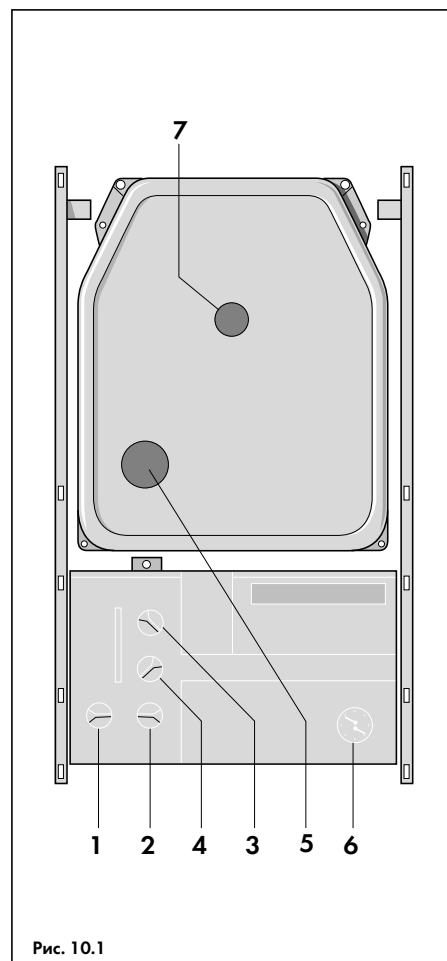

Рис. 10.1
- Установить регулятор температуры отопления (3, рис. 10.1) на желаемое значение. Рекомендуются следующие установки:
Указание: Первые часы эксплуатации аппарата рекомендуется устанавливать регулятор температуры отопления (3, рис. 10.1) на значение не выше "6".
- Регулятор температуры горячей воды* (4, рис. 10.1) установить на желаемое значение. При обычных условиях этот регулятор должен устанавливаться на "6".
Регулятор температуры горячей воды (4, рис. 10.1) установить на "9". Полностью открыть краны горячей воды;
Включить режим "Отопление и горячая вода" . Установить регулятор температуры подающей линии (3, рис. 10.1) на "9".
Работу горелки можно наблюдать через смотровое окошко (5, рис. 10.1). Следует обратить внимание на то, чтобы пламя равномерно распределялось над всей плоскостью горелки. Также необходимо проверить отсутствие отрыва пламени и образования копоти.
Указание: Аппарат имеет измерительный патрубок для анализа качества сжигания топлива (7, рис. 10.1). К нему можно подсоединить соответствующий измерительный прибор.
ВНИМАНИЕ: Ни в коем случае не допускайте эксплуатации аппарата без лицевого теплового экрана. При необходимости визуального контроля пламени используйте окошко (5, рис. 10.1) в передней крышке турбо-камеры.
Указание: Выполнение цикла можно отменить, главным выключателем (1, рис. 10.1) или переключателем режимов работы (2, рис. 10.1), повернув его в положение "Снятие сбоя".